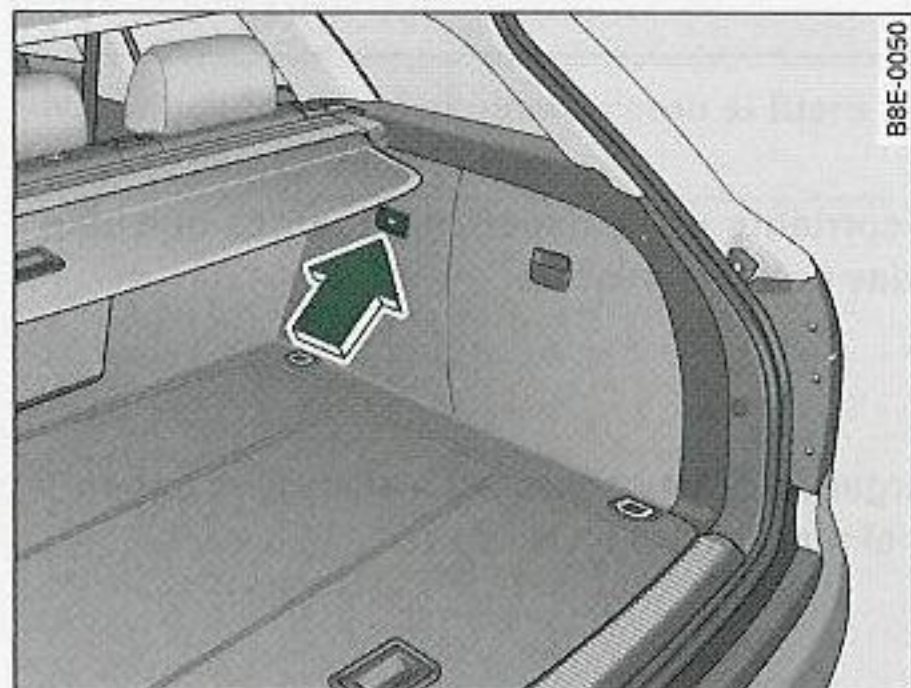

Fig. 117 Detalle del revestimiento lateral del maletero: Toma de corriente de 12 voltios
- Pulse brevemente la cubierta ⇒ fig. 117 para tener acceso a la toma de corriente.